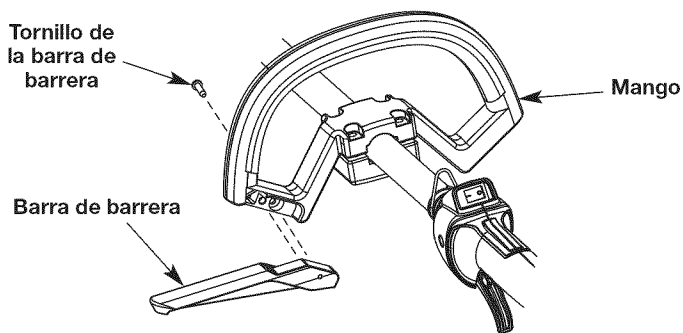

Fig. 1
1. Alinee los dos agujeros en la barra de barrera con los dos orificios en el mango (Fig. 1).
3. Inserte el tornillo de la barra de barrera en el mango (Fig. 1).